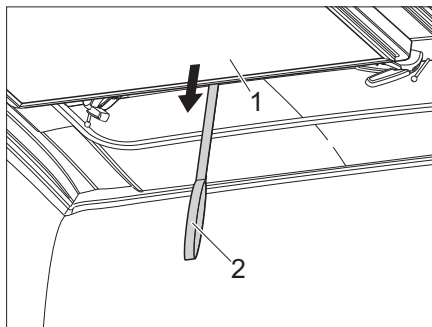

Bild 20 Liegefläche nach unten ziehen (Campstar)
- Liegefläche (Bild 20,1) am Gurt (Bild 20,2) nach unten ziehen.
- ▷ Vor dem Schließen des Aufstelldachs die Liegefläche (Bild 20,1) herunterziehen. Liegefläche und Aufstelldach **nicht** gleichzeitig herunterziehen.